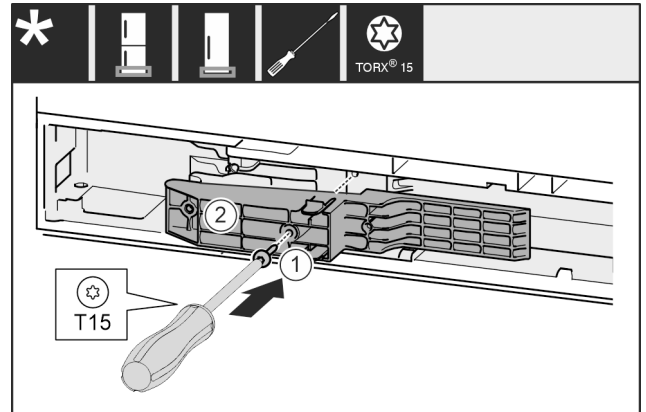

Fig. 51 \*
- ▶ Adapterstück Fig. 51 (1) auf der Griffseite in die Aussparung einsetzen.\*
- ▶ Schraube Fig. 51 (2) mit Schraubendreher festschrauben.\*